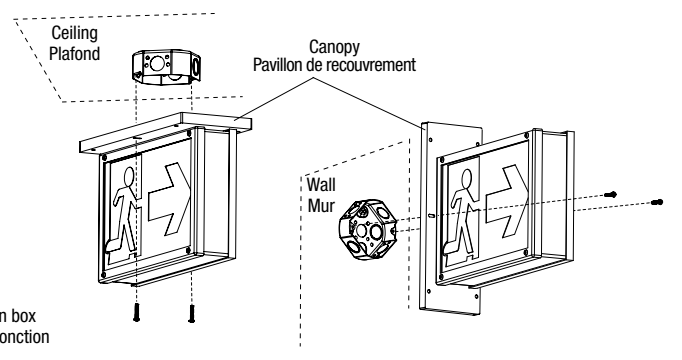

Fig. 2
CEILING/END MOUNT - SINGLE OR DOUBLE FACE (See Fig. 2 or 3):
4. Install the unit to wall or ceiling using two (2) appropriate sized screws through the mounting holes provided on the canopy (Fig. 2 or 3). If possible mount directly to the junction box. Four (4) additional mounting holes are provided in each corner of the canopy. It is strongly recommended to install additional screws in each existing hole to secure the unit.
(Voir Fig. 2 or 3):
4. Installer l'unité au mur ou au plafond à l'aide de deux (2) vis de taille appropriée à travers les trous de montage prévus sur le pavillon de recouvrement (Figure 2 ou 3). Si possible, monter directement sur la boîte de jonction. Quatre (4) trous de montage supplémentaires sont prévus dans chaque coin du pavillon de recouvrement. Il est fortement recommandé d'installer des vis supplémentaires dans chaque trou existant pour sécuriser solidement l'unité.